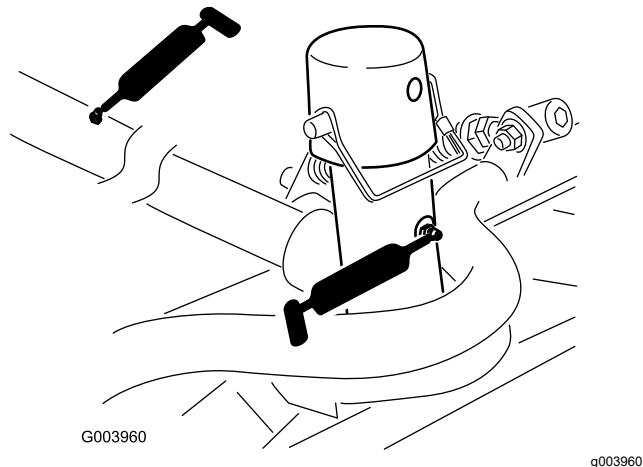

図 72
- キャリアフレームとピボット各カッティングユニットで2ヶ所 **図 72**